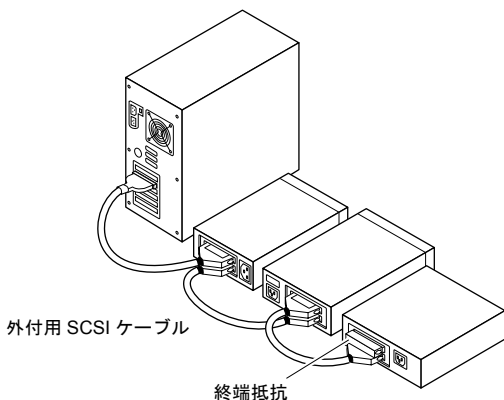

図 2. 外付用 SCSI デバイスのデージーチェーン接続
- 4 他の外付用 SCSI デバイスを接続する場合は、それぞれのデバイスを 1 つ前のデバイスに接続し、すべての外付用 SCSI デバイスを接続するまで、デージーチェーン状に接続を繰り返します (図 2 を参照)。